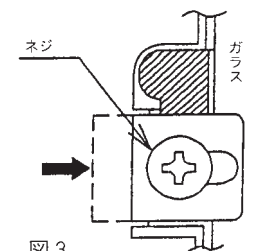

図3
- ランプをソケットに最後までしっかりとねじ込んだ後、前面ガラスを元のように閉め、図3のようにガラス押え金具をガラス方向にスライドさせ、手で押え付けながらネジを4カ所必ず確実に締付けてください。締付けが不十分なまま使用しますと、水、水気の浸入による絶縁不良、感電のおそれがあります。